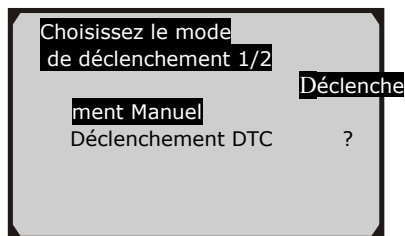

Figure 5.21
- 4) Utilisez le bouton de navigation **HAUT/BAS** pour sélectionner un mode de déclenchement et appuyez sur le bouton **OK**.(Figure 5.21)